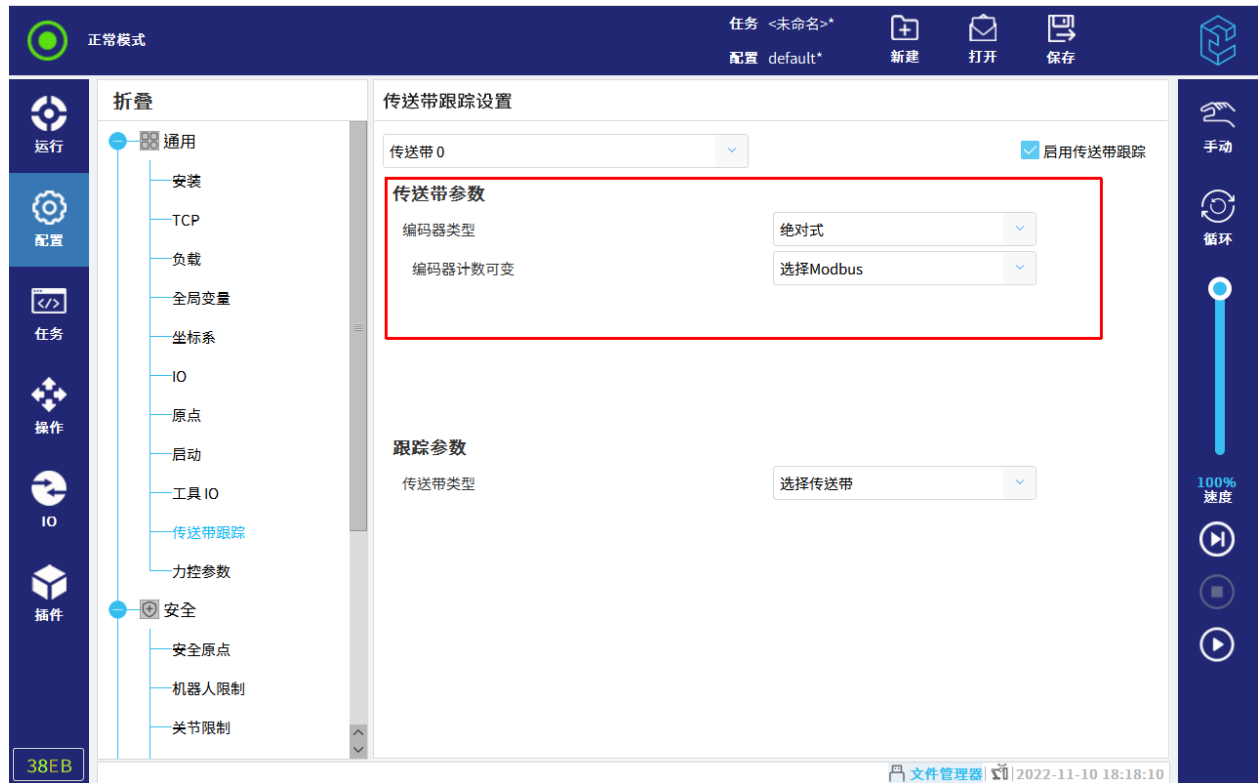

图 12-35 配置传送带参数
4. 选择“编码器计数可变”为设置的“Modbus”，如图 12-35 所示。